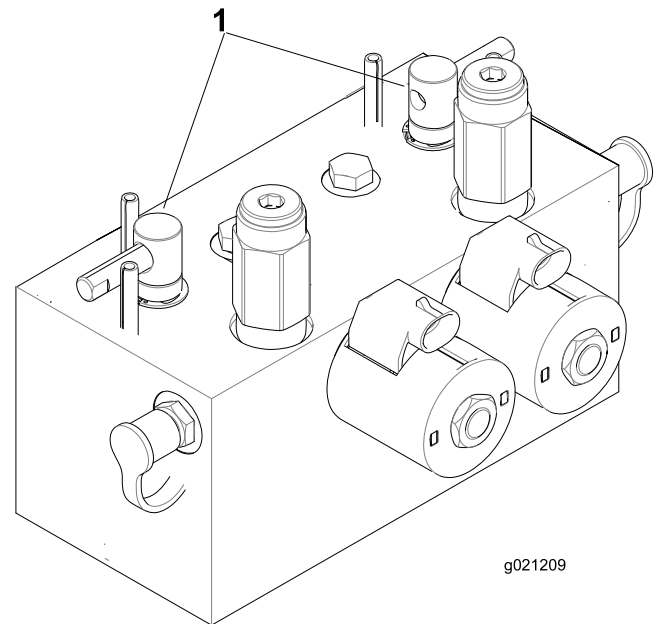

Figure 107
2. Déverrouillez le capot et soulevez-le pour exposer les leviers de rodage (Figure 107).
5. Sélectionnez les leviers de rodage avant, arrière ou les deux pour déterminer les unités qui doivent être rodés (Figure 107).